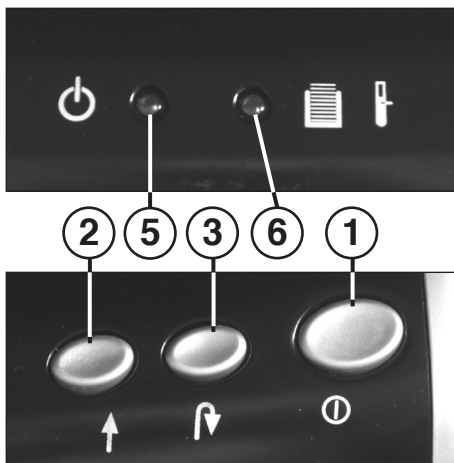

Fig. 1
- 1 = Pulsador „Disponibilidad de servicio“ (Fig. 1)
- 2 = Tecla de avance (Fig. 1)
- 3 = Tecla para atrás (Fig. 1)
- 5 = Indicador de control „Disponibilidad de servicio“ (Fig. 1)
- 6 = Indicador de control (rojo / amarillo) (Fig. 1)
Conectar la máquina mediante el pulsador (1) (Fig. 1). Se ilumina la indicador de control (5) (Fig. 1).
**¡El nivel de llenado de la bandeja recolectora (10) no se puede constatar por el sistema de control para cesto lleno!**
En cuanto el recipiente recolector se haya llenado de papel, el aparato se desconectará. Se emite una señal acústica. El indicador de control (6) (Fig. 1) se enciende (rojo).
- Extraiga el recipiente recolector (9) con bandeja recolectora (10) de la parte inferior de la carcasa.
- La señal acústica deja de sonar. El indicador de control (6) (Fig. 1) se apaga.
**Papel atascado en la ranura de alimentación de papel (7)**
- Retire el papel retrocedido de la ranura de alimentación (7).
**Material atascado en la ranura de alimentación de seguridad (8)**
En el caso de que el motor se sobrecargue, este se desconecta. El indicador de control (6) (Fig. 1) se enciende (amarillo). Desconecte el aparato mediante el pulsador (1) (fig. 1).